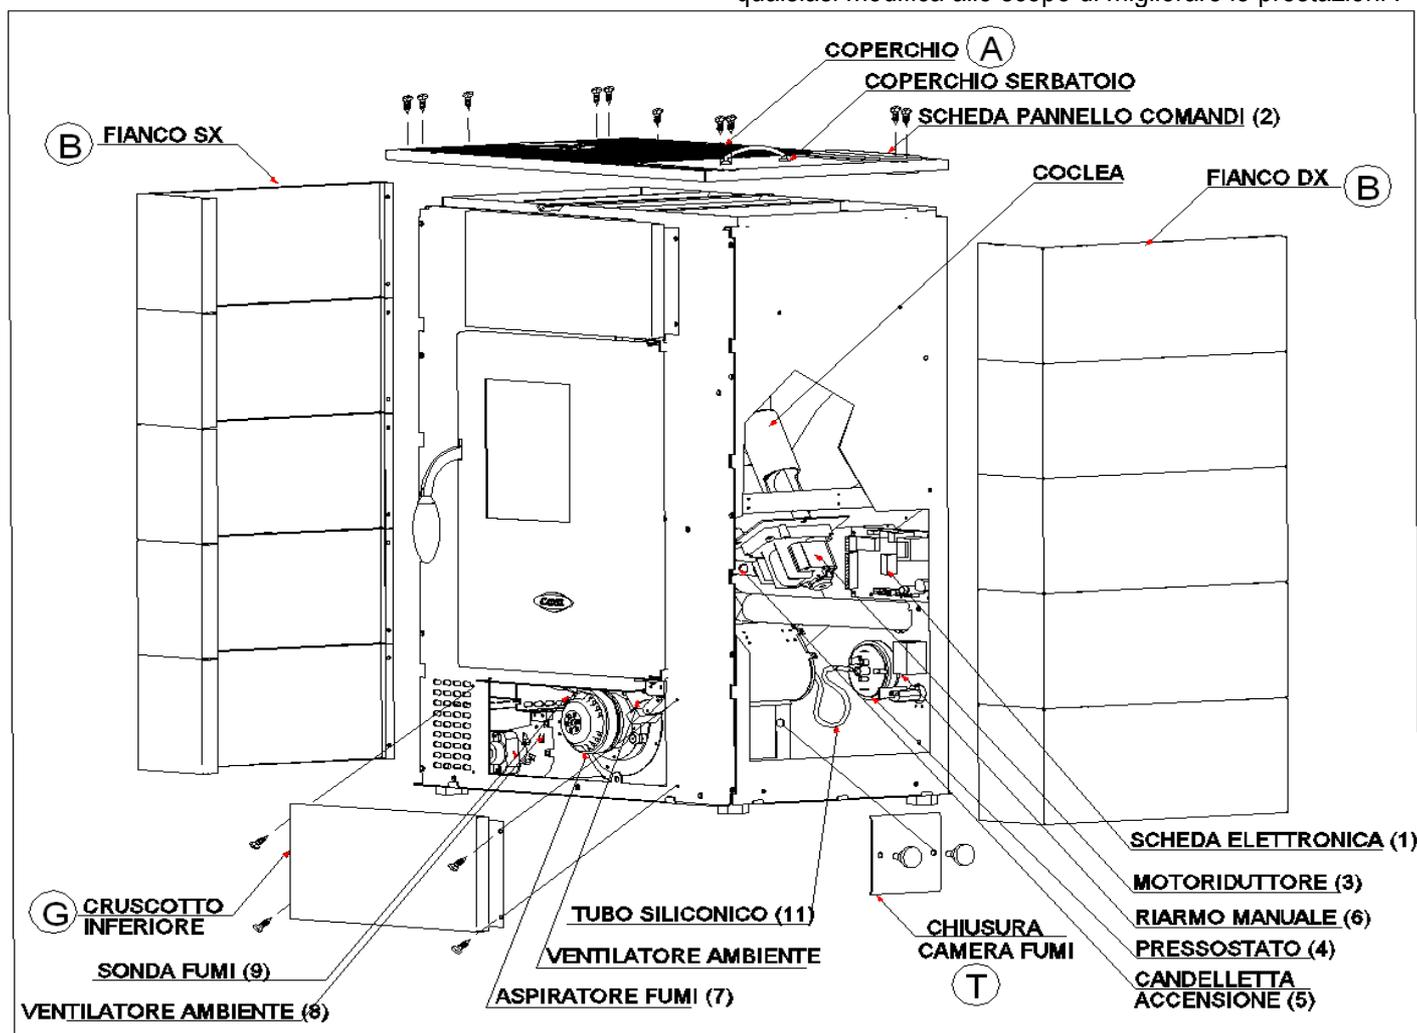

Fig.14
Pulire annualmente il ventilatore ambiente e il ventilatore fumi da cenere o polvere la quale causa uno sbilanciamento e una rumorosita' maggiore (vedi fig.14 pag.19). Data la delicatezza dell'operazione far eseguire tale pulizia da un tecnico specializzato.
Ogni 4 settimane si deve provvedere alla pulizia della camera fumi (vedi fig.14).
- C) Togliere il fianco dx (vedi pag.19 fig.14). e aprire lo sportellino.
Diamo alcune indicazioni per il tecnico da adoperarsi per accedere alle parti meccaniche della stufa, procedere come segue ( vedi fig.14):
- Svitare completamente le 10 viti del coperchio(A) (vedi fig.14), alzarlo e spostarlo a destra e a sinistra per poter sfilare i fianchi B dx e sx.
- Svitare le 4 viti del cruscotto inferiore (G) Dopo queste operazioni e' possibile accedere ai seguenti componenti: motoriduttore (3) ,candelletta accensione (5), ventilatore ambiente (8), aspiratore fumi (7), sonda ambiente (10), sonda fumi (9), riarmo manuale (6) , scheda elettronica (1), pressostato (4).
- Per la sostituzione e/o pulizia della coclea di carico , e' necessario svitare i tre bulloni del motoriduttore (3) e sfilarlo, svitare le due viti sotto il motoriduttore della coclea, togliere la protezione mani interna al serbatoio, poi svitare il bullone interno della coclea, per il rimontaggio procedere in senso contrario .